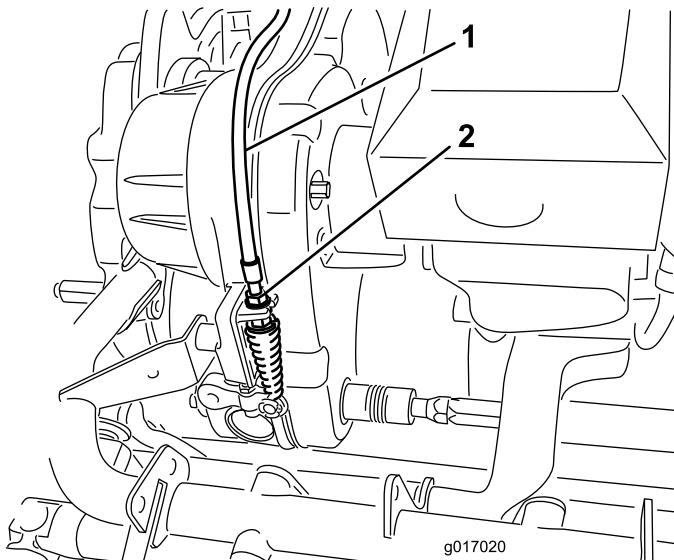

Figura 47
2. En el soporte de la transmisión, ajuste el cable de control del molinete (Figura 47), para obtener una longitud de 70,6 a 72,4 mm (2,78 a 2,85 pulgadas).